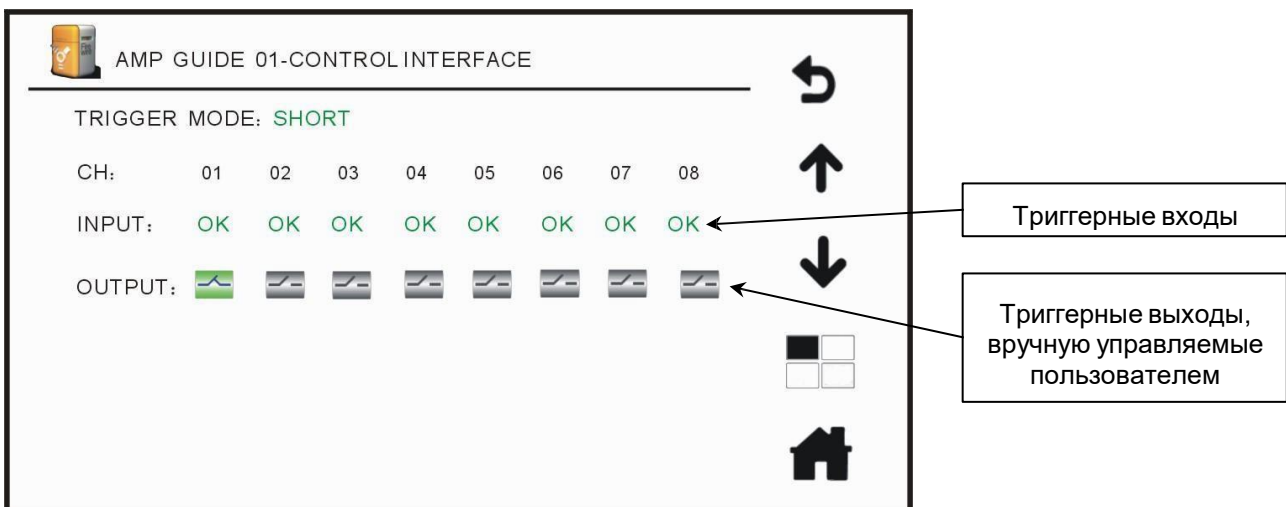

Рис. 4.14. Интерфейс управляющих сигналов коммутатора усилителей
**7. CONTROL INTERFACE** отображает состояние интерфейса управляющих сигналов. Нажмите на этот значок и войдите в подменю **CONTROL INTERFACE** (интерфейс управляющих сигналов), чтобы проверить состояние интерфейсов управляющих сигналов текущего коммутатора, как показано на Рис. 4.14.